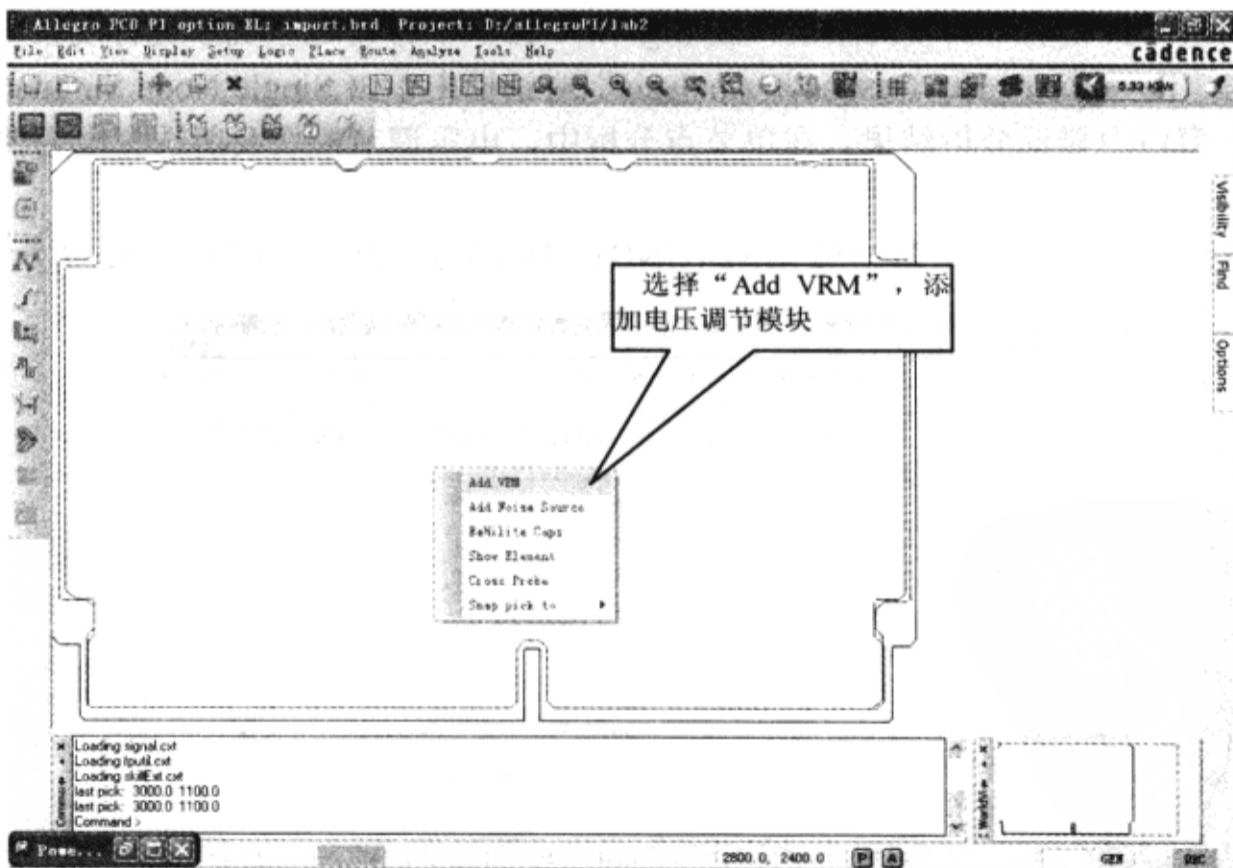

图 8-8-50 添加电压调节模块
(8) 在 Allegro PCB PI option XL 窗口中单击鼠标右键，在弹出菜单中选择“Add VRM”，这时就会有一个代表电压调节模块的图标随光标移动，如图 8-8-50 所示。